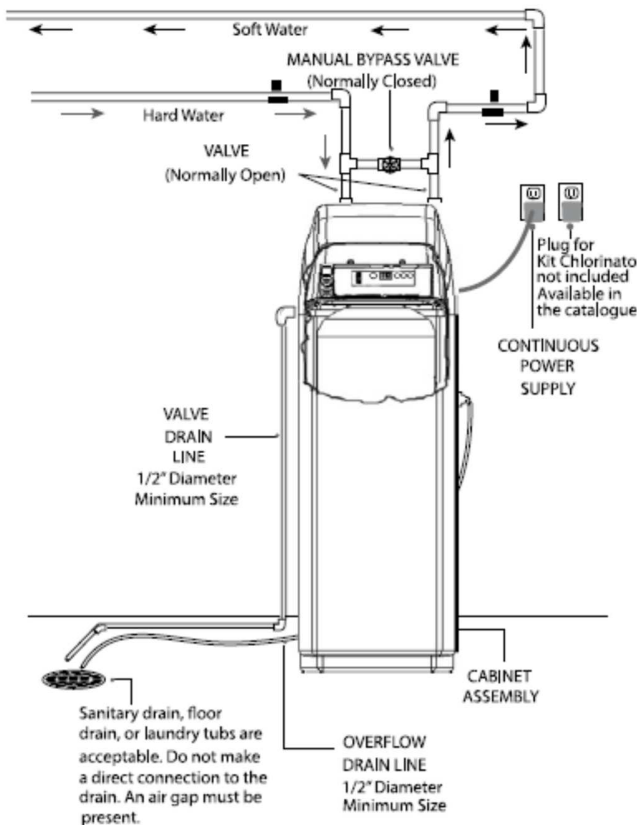

Figure 6
4. Închideți apa spre consumator. Deschideți robinetul de la cel mai înalt nivel din instalația sanitară și apoi cel mai de jos (nu se poate lucra la conducte cu apă în ele). Faceți modificările necesare la conducte pentru conectarea filtrului la instalația locuinței (vezi fig. 6)
7. Conectați conductele de intrare și ieșire. Filetele din placa vanei sunt 3/4" BSPT. Verificați ca intrarea apei să fie conectată în partea dreaptă (fig. 6)
## Conectările scurgerilor tipice (fig. 6)